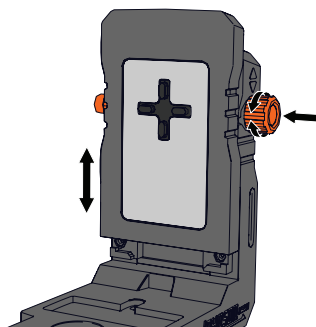

Figura 13
3. Para hacer microajustes a la posición vertical del láser, empuje la perilla de microajuste en el accesorio de la base hasta que lo desbloquee. Gire la perilla para subir o bajar la placa de instalación. La posición se puede ajustar de 0.8 a 25 mm. Suelte la perilla para bloquear la posición. (Figura 13)